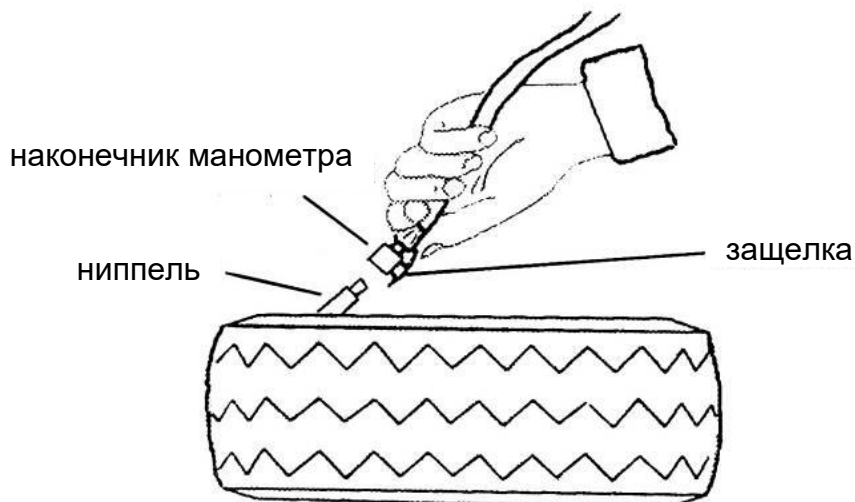

Рисунок 8
6.5.3 Не забывайте накачивать воздух маленькими дозами, часто проверяя давление воздуха. Когда нужное давление будет достигнуто, отсоедините наконечник от ниппеля шины и закрутите его крышкой (рисунок 8).